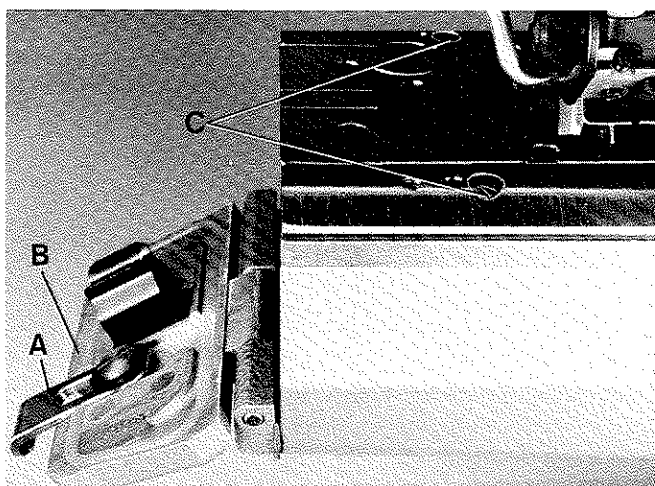

Fig.9
Turn handwheel until the needles are in their upmost position. Pull up handle (A, Fig. 9) and swing out cylinder cover (B). Turn out the two screws (C, Fig. 9). Lift the presser foot and remove the throat plate support with throat plate. Clean the inside of the cylinder arm, the feed dogs and the throat plate support with throat plate from lint. Remount throat plate support with throat plate, swing up and lock cylinder cover.
Drehen Sie am Handrad bis die Nadeln in der höchsten Stellung sind. Ziehen Sie den Griff (A, Fig. 9) nach oben und schwenken Sie den Zylinderdeckel (B) aus. Drehen Sie die beiden Schrauben (C, Fig. 9) heraus. Liften Sie den Drückerfuß und entfernen Sie den Stichplattenträger mit Stichplatte. Reinigen Sie den Zylinderarm-Innenraum, Transporteure und Stichplattenträger mit Stichplatte von Flusen. Montieren Sie den Stichplattenträger mit Stichplatte wieder. Schwenken Sie den Zylinderdeckel nach oben und verriegeln Sie ihn.